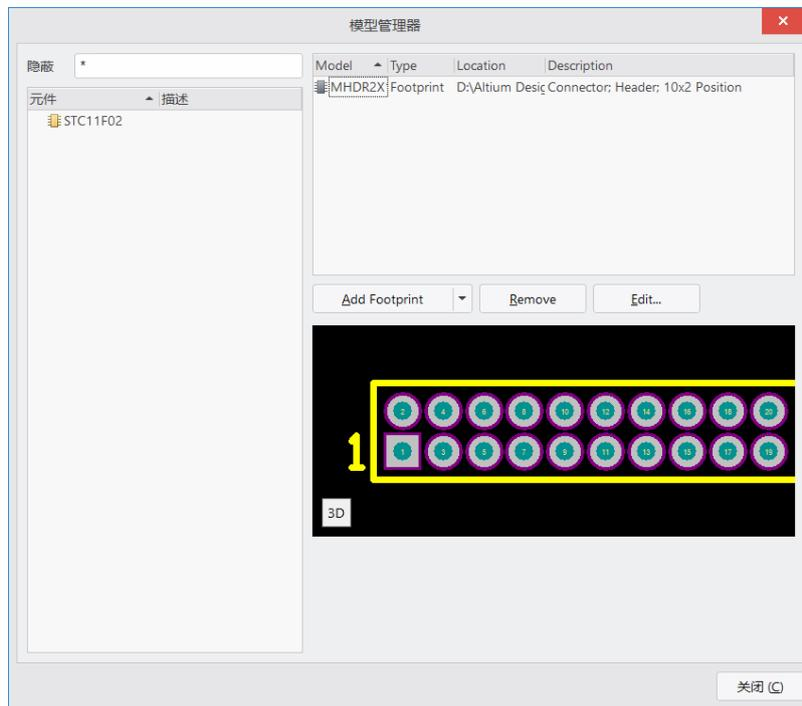

图 5-24 封装已添加
(7) 单击 **确定** 按钮，关闭【PCB 模型】对话框。可以看到，封装模型显示在了【模型管理器】中。同时，原理图库文件编辑器的模型区域也显示出了相应信息，如图 5-24 所示。